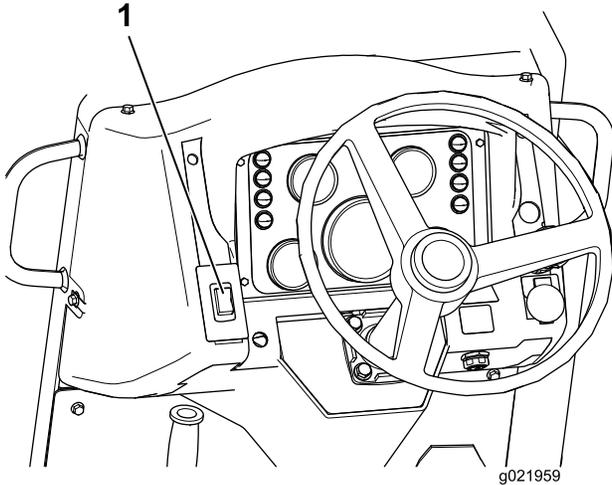

Figura 24
1. Presione hacia arriba el interruptor del freno de estacionamiento (Figura 24) para poner el freno de estacionamiento.